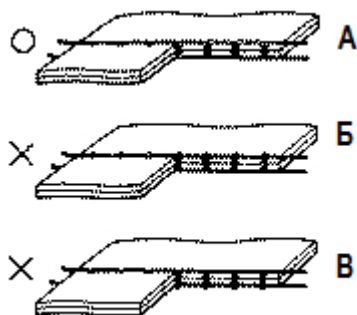

рис.25
16. Натяжение нити. (Рис.25, 26, 27)